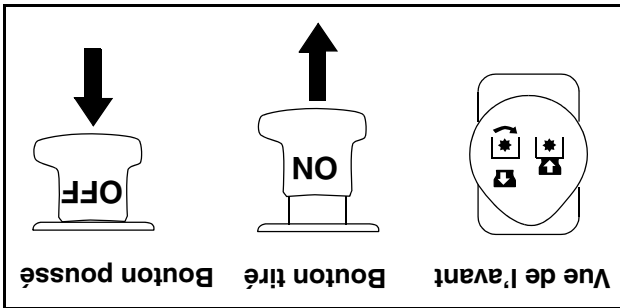

Figure 12
- Tirez le bouton de la prise de force (Embrayage de la lame) à la position « ON » (Embrayée). Voir la Figure 12.